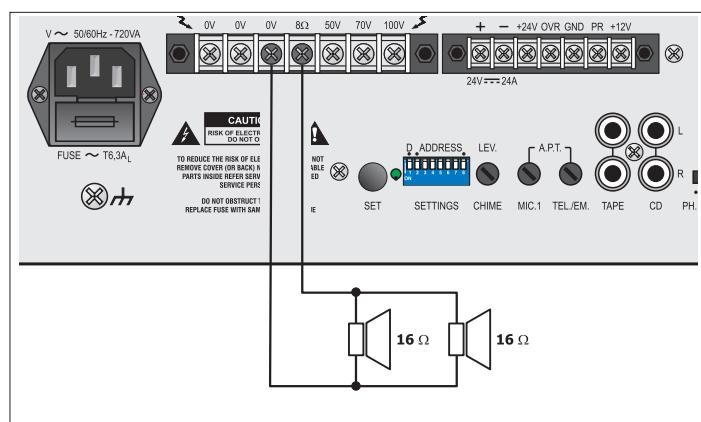
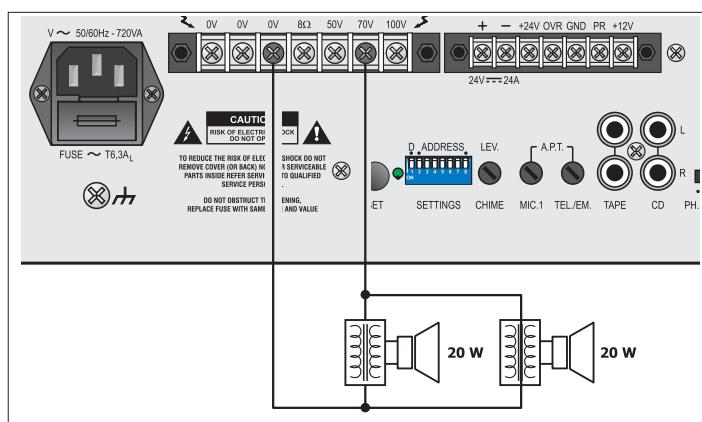

Fig. 4.13.1
Fig. 4.13.2
Le uscite di potenza per i diffusori sono disponibili sulla morsettiera (33). È possibile realizzare un impianto di diffusione sonora utilizzando sia diffusori a bassa impedenza (fig. 4.13.1), sia diffusori dotati di trasformatore di linea (fig. 4.13.2). In entrambi i casi il carico complessivo non deve essere tale da sovraccaricare l'amplificatore: non applicare cioè diffusori o gruppi di diffusori con impedenza più bassa di quella nominale della presa alla quale sono collegati.
The power outputs for the loudspeakers are available on the terminal strip (33). It is possible to set up a sound-broadcasting system using either low-impedance loudspeakers (fig. 4.13.1) or loudspeakers equipped with a line transformer (fig. 4.13.2). In both cases the overall load must not be such as to overload the amplifier. This means that you must not apply loudspeakers or groups of loudspeakers with an impedance lower than the rated impedance of the socket to which they are connected.